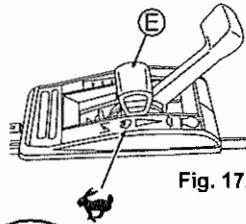

Fig. 17.
2 Placez la Manette de gaz (E) en position "STOP" pour commencer à tondre. (Voir Fig. 17.)